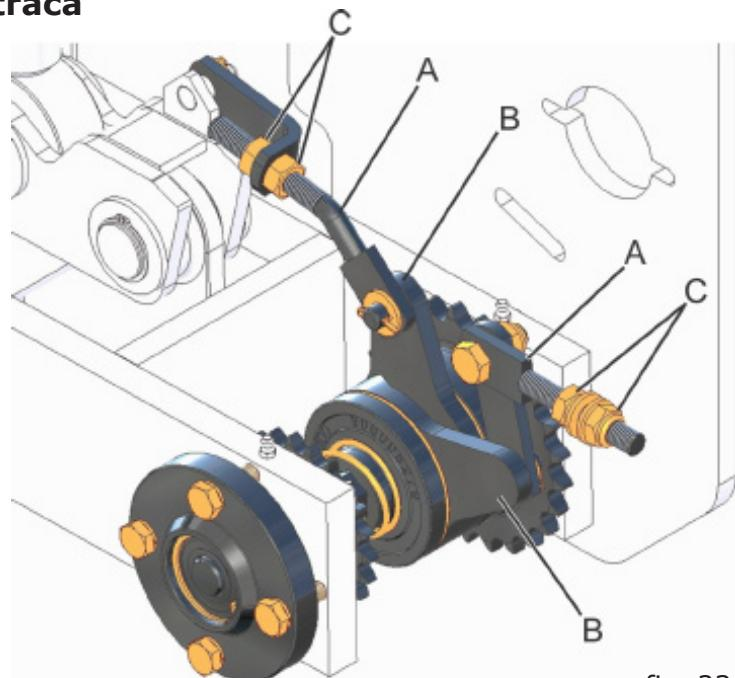

fig. 23
Através das porcas e contra-porcas (C), ajuste as hastes reguladoras (A) (fig. 23), de tal forma que permitam um maior ou menor tempo de abertura e acionamento dos acionadores da catraca (B).